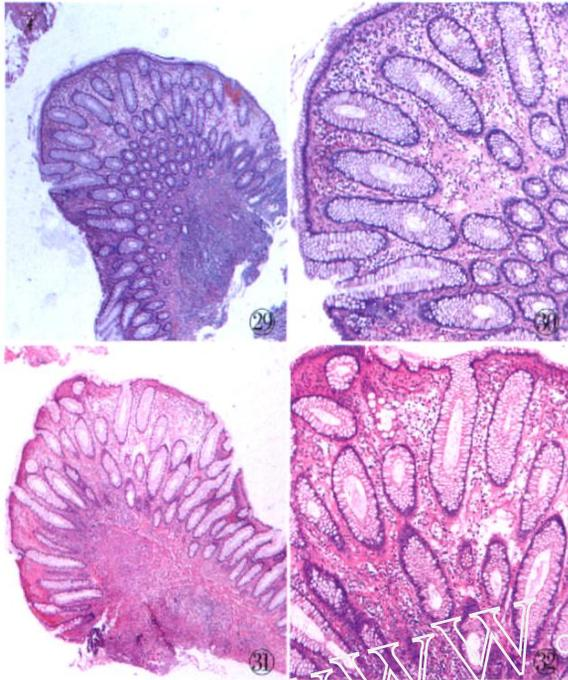

图 29 小肠切片在从漂片仪水中裱片后立即受热,在 80 °C 强热烤干 1 h,出现明显的细胞收缩、细胞核深染等人为改变 图 30 为图 29 的高倍镜观 图 31 小肠切片,室温空气烤干过夜后染色,无明显的细胞收缩,细胞核染色正常,与细胞质鲜艳的红色对比明显 图 32 为图 31 的高倍镜观
2.2 烘 烤片仪(图 29~32) 脱蜡前因为水和二甲苯混合不相容造成脱蜡不尽,为了使切片上的水分干燥,一般使用热台或烤箱。若切片上有蜡斑残留,将会影响切片的染色。如果发生这种情况,必须先用无水乙醇吸去水分,把切片放回二甲苯处理脱去残蜡。切片再经过无水乙醇、95%乙醇到水,进行所需要的染色。烤 烘不完全的会造成切片从玻片上的脱落,则无法按上述的方法补救。但是,在烤 烘时切片受热过度也会导致严重的人为改变,甚至影响染色结果。